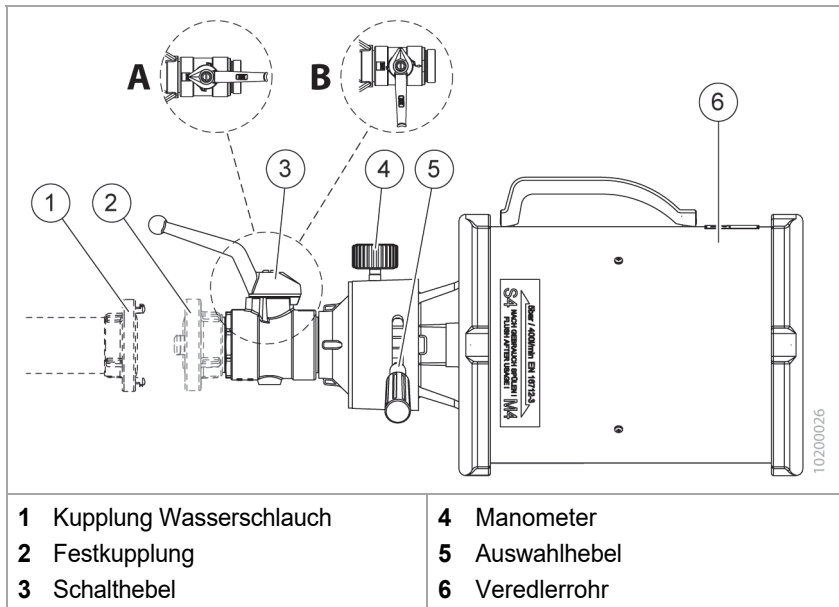

Fig. 2 Handhabung
- ✓ Der Schalthebel ist geschlossen (Fig. 2/B).
1. Die Kupplung des Wasserschlauchs (Fig. 2/1) mit der Hand oder einem Kupplungsschlüssel an die Kupplung am Schaumrohr (Fig. 2/2) anschließen.
1. Das Schaumrohr (Fig. 2/6) auf den Brandherd ausrichten.
3. Das Schaumrohr durch Drehen des Schalthebels (Fig. 2/3) längs zur Durchflussrichtung des Wassers öffnen.
1. Den Schalthebel (Fig. 2/3) quer zur Durchflussrichtung des Wassers schließen.
5. Die Wasserzufuhr schließen und die Kupplung des Wasserschlauchs (Fig. 2/1) mit der Hand oder einem Kupplungsschlüssel von der Festkupplung (Fig. 2/2) am Schaumrohr lösen.